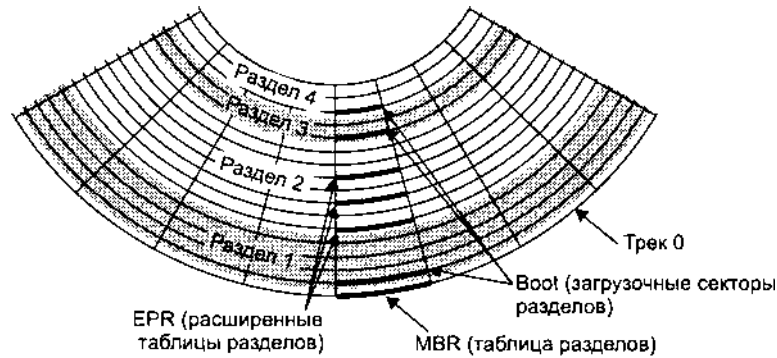

Рис. 9.3. Структура жесткого диска
Поскольку жесткий диск (hard drive) в общем случае не является съемным (иное его название — fixed disk — фиксированный диск), а операционных систем, которые хочется использовать на одном компьютере, может быть несколько, и каждая из них претендует на свою логическую организацию диска, договорились о возможности разбиения жесткого диска на несколько независимых *разделов*. Дискеты в таком разбиении не нуждаются, поскольку их легко сменить, да и маленький объем не располагает к делению. Помимо обеспечения «плюрализма» операционных систем, разбиение диска на разделы позволяет уменьшить размеры логических дисков, что бывает выгодно из-за ограничений файловых систем. Путем разбиения винчестера на логические диски добиваются упорядочивания использования дискового пространства. Структуру жесткого диска поясняет рис. 9.3.
*Расширенный раздел* (extended partition), имеющий в табл. 9.4 код 05 или 0F, служит для организации произвольного количества логических дисков (на рис. 9.3 раздел 2 является расширенным). Первый сектор расширенного раздела аналогичен MBR (но загрузчик отсутствует) и содержит *расширенную таблицу разделов* (Extended Partition Record, EPR) той же структуры, но с некоторыми оговорками. Первый описатель задает *вторичный* (secondary) раздел, отведенный под очередной логический диск; в нем указывается код раздела с файловой системой (для DOS/Windows это FAT с кодами 04h, 06h, 0Bh, 0Ch или 0Eh, для других ОС — свои). В этом описателе, как обычно, задаются координаты начала и конца раздела с логическим диском (трехмерные и линейные). Если этот логический диск занимает не весь объем расширенного раздела, то второй описатель тоже имеет код 05 или 0F и указывает на положение сектора